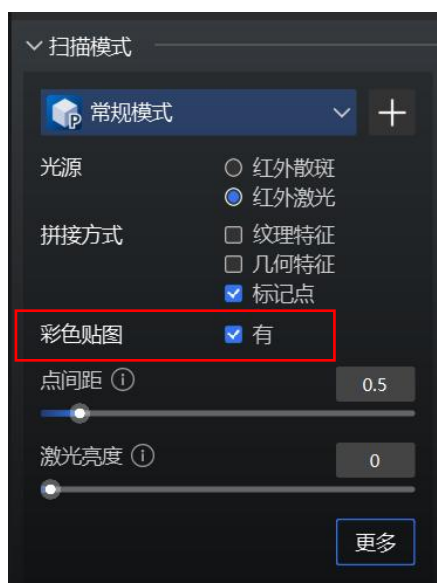

图 7-14 红外标记点设置界面
- **允许增加标记点**：扫描时如果遇到拼接不流畅的情况，可以在标记点稀疏的地方及时补几个点，打开“允许增加标记点”选项后继续扫描（该选项在扫描前和扫描时均可打开），如图 7-14 所示。